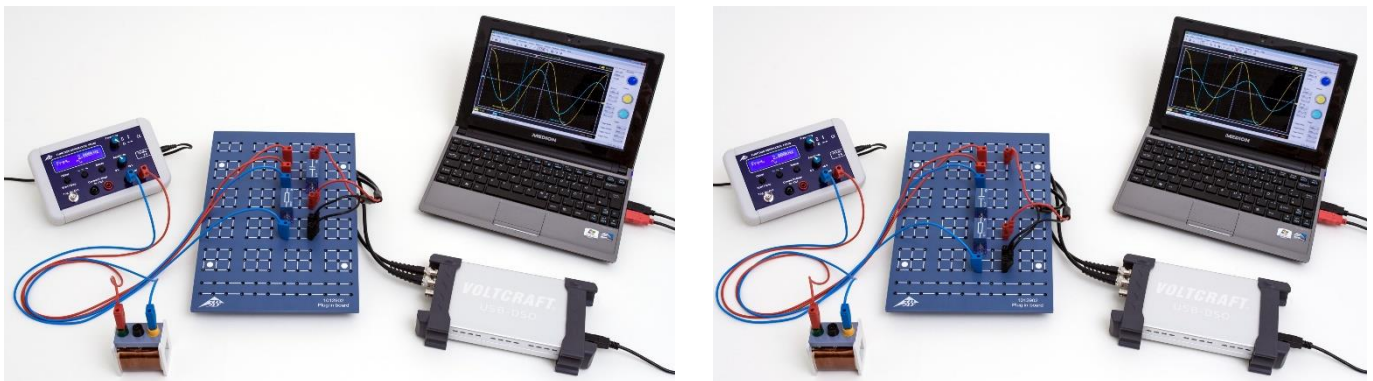

Fig. 1: Disposición de medición para la conexión en serie (derecho) y para la conexión en paralelo. (izquierdo).
- Ensamble el montaje de medición del circuito en serie (fig. 1, derecha) según el diagrama (fig. 2) con $R_m=10 \Omega$, $C=1 \mu$ F y la bobina N de 1200 espiras / $L = 23,0$ mH.
- Ensamble el montaje de medición del circuito en paralelo (fig. 1, derecha) según el diagrama (fig. 3) con $R_m = 10\text{ }\Omega$, $C = 1\text{ }\mu\text{F}$ y la bobina N de 1200 espiras / $L = 23,0\text{ mH}$.
- Ensamble el montaje de medición del circuito en serie (fig. 1, derecha) según el diagrama (fig. 2) con $R_m = 10\text{ }\Omega$, $C = 1\text{ }\mu\text{F}$ y la bobina N de 1200 espiras / $L = 23,0\text{ mH}$.